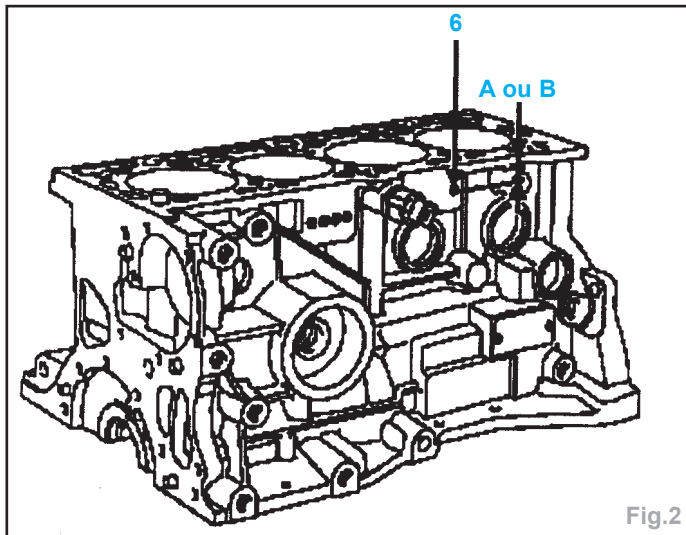

Fig.2
- Les diamètres des paliers du carter-cylindres sont marqués (perçage) sur celui-ci (6) (Fig.2).
Nota : La zone de marquage comprend (Fig.2) :